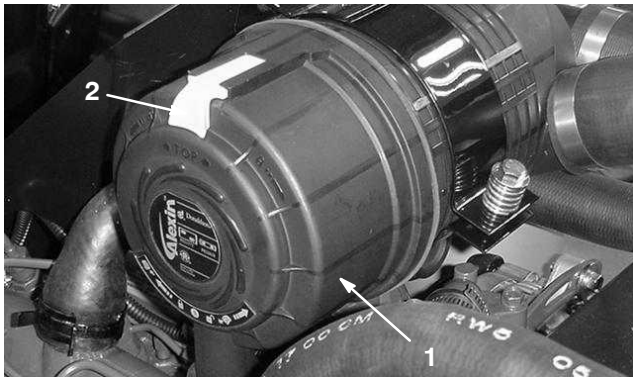

Figure 36
1. Desserrez les verrous de fixation du couvercle sur le corps du filtre à air (Fig. 36).